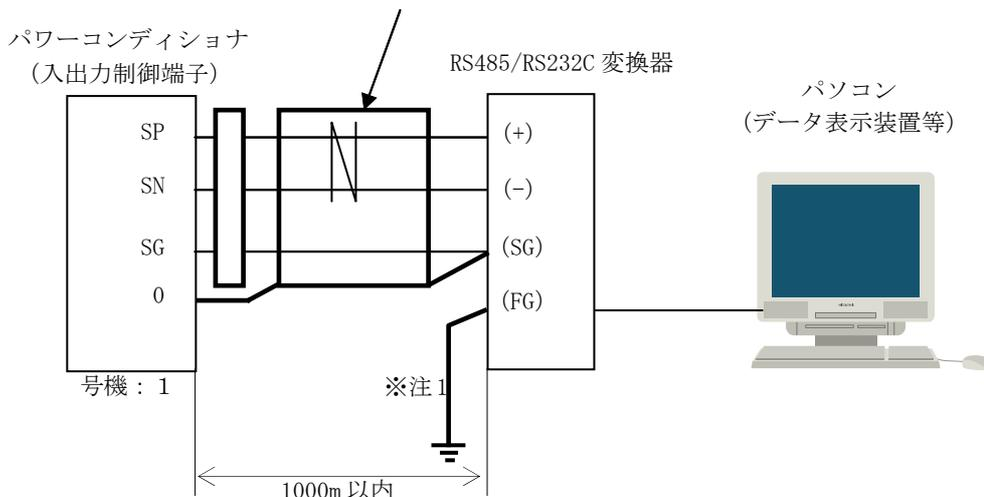

図 2-8 外部通信用配線方法
(1) 外部通信 (RS-485 通信)
- TB3-2 の外部通信用端子 SP、SN、SG および 0 (シールドアース) への配線を行ってください (図 2-8 参照)。
- 外部通信を行うためには、パワーコンディショナの号機を設定する必要があります。「3.3.4 初期設定方法 (6)」を参照ください。